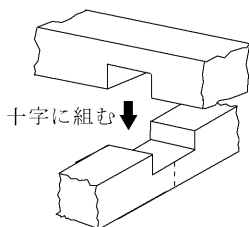

図15 十字に組む
- (3) 2本の木棒の中心の切れ込みどうしをかみ合わせ十字の形に組む(図15)。